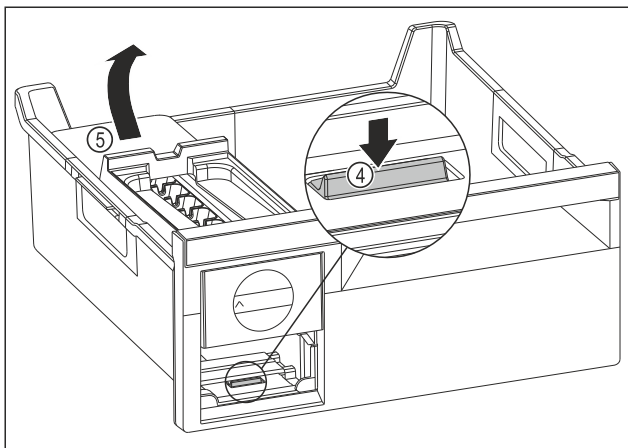

Fig. 74
- ▶ Izvadite tijelo sustava EasyTwist-Ice: Pritisnite jezičak Fig. 74 (4) prstom prema dolje i istovremeno drugom rukom podignite tijelo sustava EasyTwist-Ice Fig. 74 (5) straga.